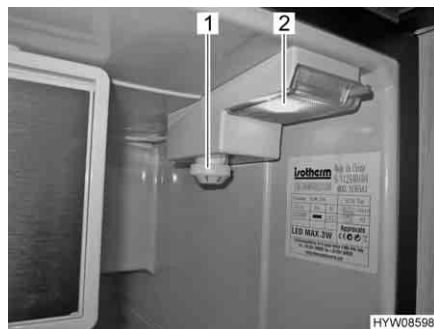

Fig. 58 Elemento di comando
- Ruotare il termoregolatore (Fig. 58,1) in senso orario dalla posizione "0" alla posizione "1". Il forno è acceso, l'illuminazione interna (Fig. 58,2) è accesa.
- Ruotare il termoregolatore (Fig. 58,1) in senso antiorario sulla posizione "0". Si deve qui superare una leggera resistenza.
- Impostare la temperatura al termoregolatore (Fig. 58,1).